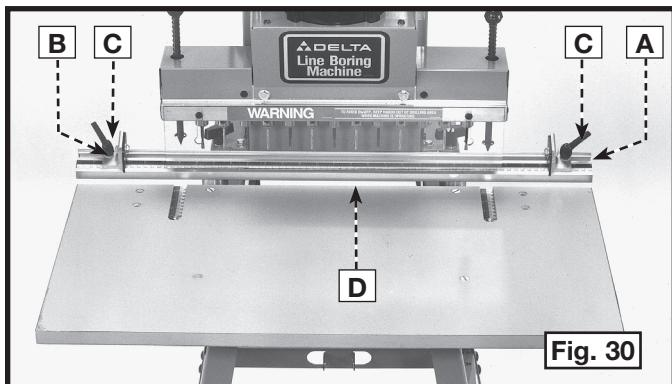

Fig. 30
La machine à percer est équipée de deux butées de guide, à droite (A) et à gauche (B), fig. 30. Le guide possède une régllette (D) avec un repère « 0 » au centre. Le guide dépasse de 381 mm (15 po) sur la droite et sur la gauche. Les butées (A) et (B) peuvent être déplacées partout le long du guide en desserrant les cliquets de verrouillage (C), et en déplaçant les butées (A) et (B) puis en resserrant les cliquets de verrouillage (C).
REMARQUE : Les cliquets de verrouillage (C), fig. 30, sont montés sur ressort. Ils peuvent être repositionnés en tirant sur le cliquet puis en déplaçant le moyeu du cliquet sur l'écrou situé sous le moyeu.